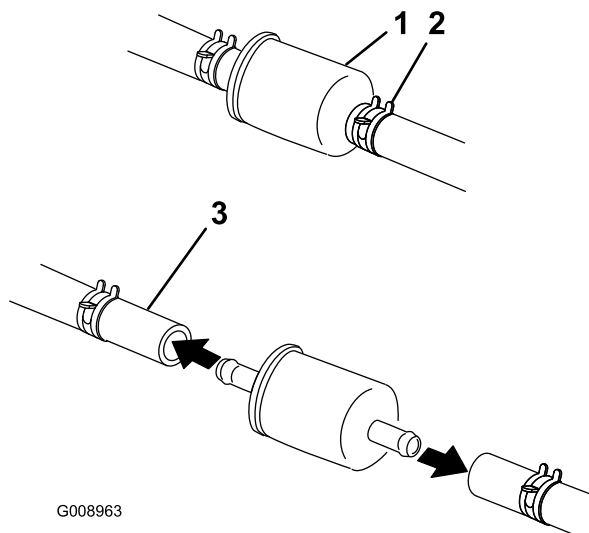

Figura 45
5. Chiudete la valvola di intercettazione del carburante dietro il sedile (Figura 45).
8. Montate un nuovo filtro ed avvicinate le fascette stringitubo al filtro (Figura 45).
6. Premete le estremità delle fascette stringitubo ed allontanatele dal filtro (Figura 45).